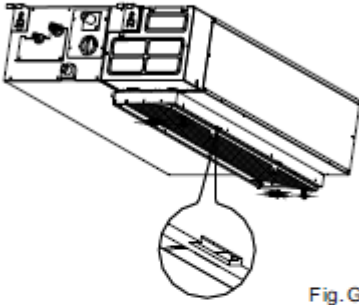

Fig. G2
2. Dla urządzeń z filtrem zamontowanym od dołu należy unieść filtr lekko do góry zwolnić trzymające go zatrzaski, a następnie wyjąć go zgodnie z zaznaczonymi na nim strzałkami patrz Fig.G2.